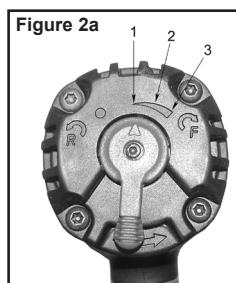

Figure 2a
5. Justez le couple sur la clé d'impact en tournant le bouton de régulateur de couple dans le sens des aiguilles d'une montre à l'arrangement désiré de couple (1 = couple minimum / 3 = couple maximum) (see Figure 2a). Réglez le bouton de réglage du couple à la position 3 (réglage maximum) pour desserrer les écrous. **REMARQUE : Ne vous servez pas de la clé à chocs pour régler le couple. Servez-vous toujours d'une clé dynamométrique pour régler le couple.**